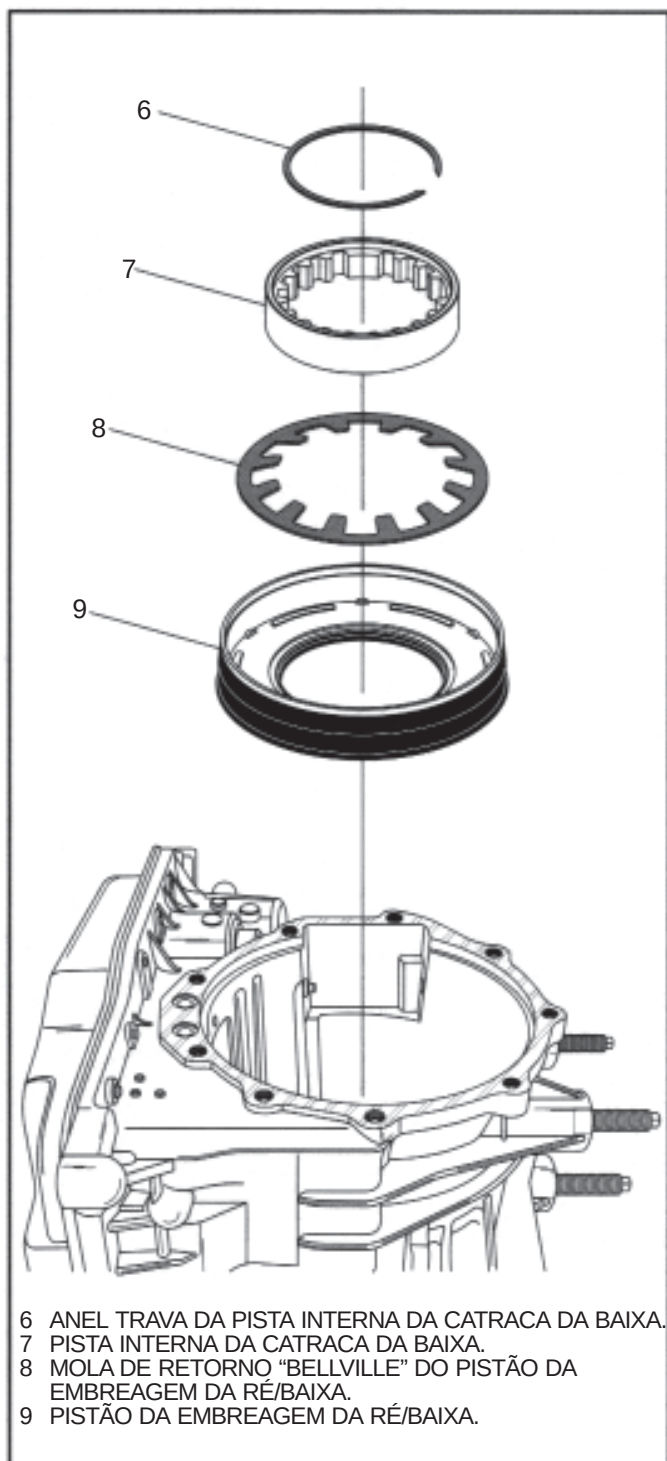

Figura 32
24. Remova o anel trava de retenção da pista interna da catraca da baixa, conforme ilustrado na Figura 32.
25. Remova a pista interna da catraca da baixa, conforme ilustrado na Figura 32.
26. Remova do pistão da embreagem da ré/baixa a mola de retorno "bellville", conforme ilustrado na Figura 32.
27. Remova o pistão da embreagem da ré/baixa, conforme ilustrado na Figura 32.